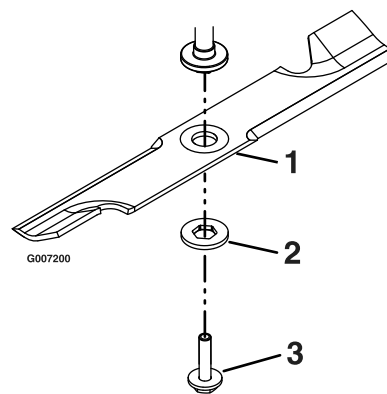

Bild 46
2. Halten Sie die Messerschraube mit dem Schraubenschlüssel, halten Sie die Messerspindel fest, nehmen Sie einen dicken Lappen oder Handschuhe und versuchen Sie, das Messer zu drehen. Wenn sich das Messer im Verhältnis zur Spindelschutzvorrichtung ohne weiteres Anziehen der Messerschraube dreht, ist die Federscheibe flach gedrückt oder beschädigt, und die Schraube und die Scheibe müssen ausgewechselt werden (Bild 46). Siehe „Entfernen der Messer“ und „Einbauen der Messer“.
Halten Sie das Messerende mit einem dicken Lappen oder Handschuh (oder setzen Sie einen Schraubenschlüssel oben auf die Scheibenmutter an). Entfernen Sie die Messerschraube und die Scheibe, die Scheibe und das Messer von der Spindelwelle (Bild 46).
1. Setzen Sie das Messer auf die Spindelwelle (Bild 46).